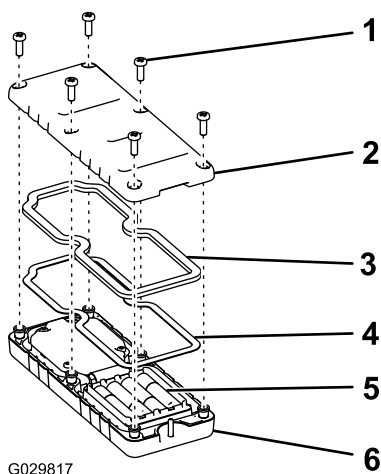

Figura 6
2. Ligue cada pilha num encaixe terminal observando a devida polaridade (Figura 6).
3. Certifique-se de que a junta de aço e o vedante de borracha estão encaixados no canal no comando remoto e volte a colocar a tampa traseira (Figura 6).
4. Prenda a tampa com seis parafusos (Figura 6) e aperte-os com uma força de 1,5 a 1,7 N·m.